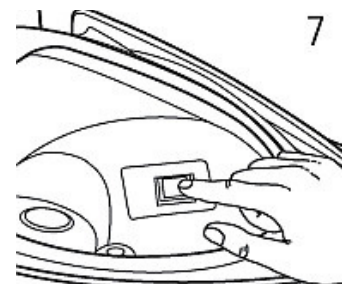

Abb. 9: Gerät einschalten
Schritt 5: Stecken Sie den Netzstecker in die Steckdose und schalten Sie das Gerät ein (Abb. 9).
Schritt 6: Stecken Sie den Netzstecker in die Steckdose und schalten Sie das Gerät ein (Abb. 9).